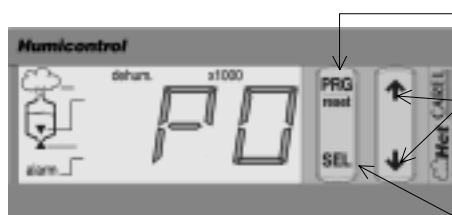

Fig. 11.2.1
1. appuyer sur la touche PRG pendant environ 5 secondes jusqu'à l'apparition du sigle P0, qui distingue le premier paramètre (voir Fig. 11.2.1);